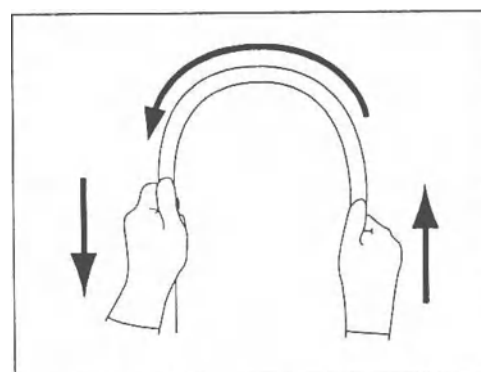

Рисунок 3.4
- 6** Обеими руками согните вводимую трубку эндоскопа полукругом. Затем, действуя руками, как показано стрелками на рис. 3.4, удостоверьтесь в том, что вся вводимая трубка плавно гнется в форме полукруга, а также в гибкости вводимой трубки.